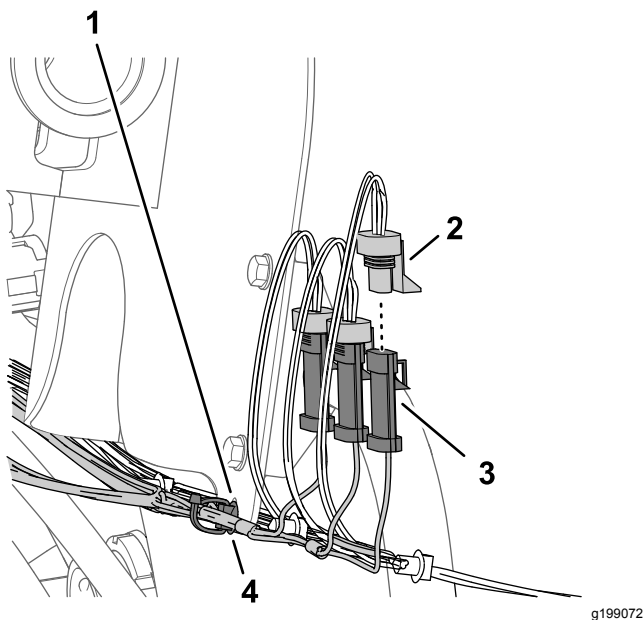

Рисунок 84
1. Подсоедините 3-штыревой разъем ответвления жгута проводов длиной 89 см с маркировкой LEFT SPRAY (ЛЕВАЯ СЕКЦИЯ ОПРЫСКИВАТЕЛЯ) к 3-гнездовому разъему жгута проводов машины с маркировкой LEFT SPRAY VALVE (КЛАПАН ЛЕВОЙ СЕКЦИИ ОПРЫСКИВАТЕЛЯ) (Рисунок 84).
2. Подсоедините 3-штыревой разъем жгута проводов из комплекта с маркировкой CENTER SPRAY (СРЕДНЯЯ СЕКЦИЯ ОПРЫСКИВАТЕЛЯ) к 3-гнездовому разъему жгута проводов машины с маркировкой CENTER SPRAY VALVE (КЛАПАН СРЕДНЕЙ СЕКЦИИ ОПРЫСКИВАТЕЛЯ) (Рисунок 84).
3. Подсоедините 3-штыревой разъем жгута проводов из комплекта с маркировкой RIGHT SPRAY (ПРАВАЯ СЕКЦИЯ ОПРЫСКИВАТЕЛЯ) к 3-гнездовому разъему жгута проводов машины с маркировкой RIGHT SPRAY VALVE (КЛАПАН ПРАВОЙ СЕКЦИИ ОПРЫСКИВАТЕЛЯ) (Рисунок 84).
4. Вставьте вставной держатель жгута проводов из комплекта в отверстие фланца кронштейна расходомера (Рисунок 84).